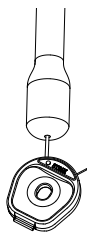
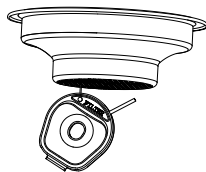

Abb. 9: Reinige das Dampfrohr (6) mit dem dickeren Stift
Abb. 10: Reinige die Filter (13, 14) mit dem dünneren Stift
Der Reinigungsstift (17) wird zur Reinigung von Dampfrohren und Filtern verwendet. Der dickere Stift ist für die Reinigung des Dampfrohrs (Abb. 9) und der dünnere für die Filter (Abb. 10) gedacht.